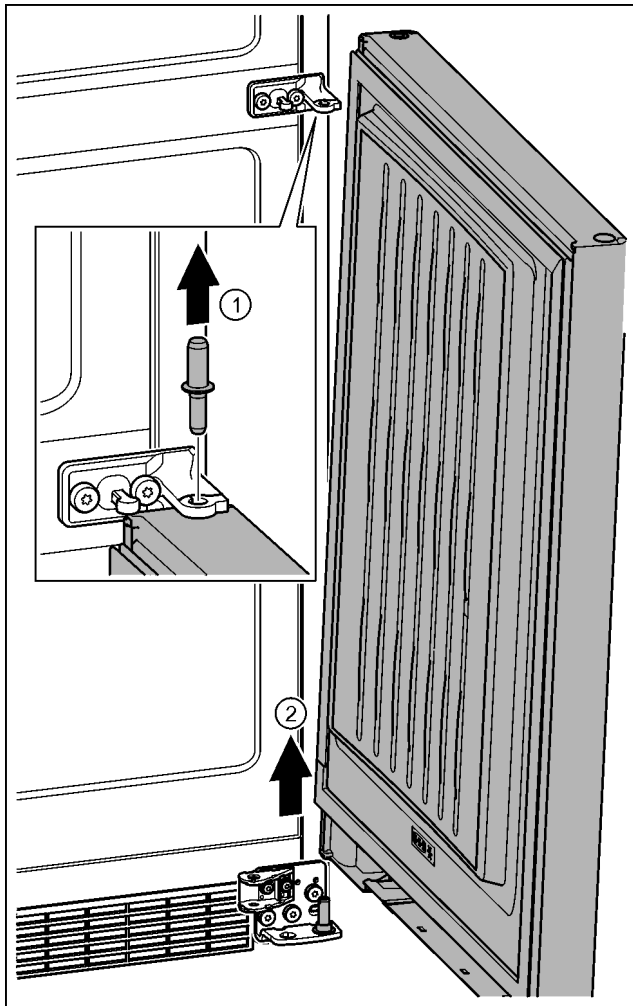

Fig. 27
- ▶ Bouten vanaf de bovenkant eruit trekken. Fig. 27 (1)
- ▶ Deur naar buiten draaien, naar boven trekken en aan de zijkant stellen. Fig. 27 (2)